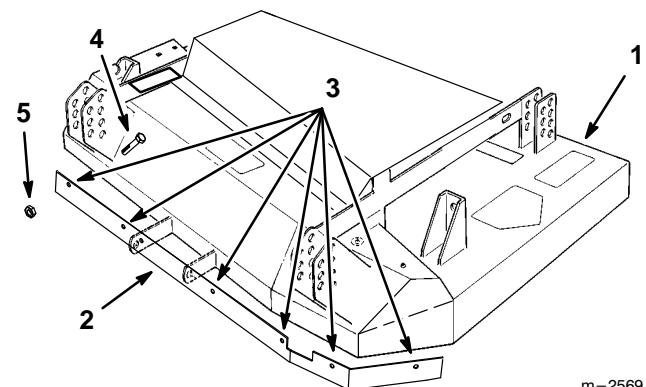

Abbildung 4
1. Das vordere Ablenkblech vorne innen im Mäher so positionieren, daß das linke Ende in den Winkel und das Oberteil an die obere Vorderkante paßt. Das Ablenkblech als Führung verwenden und wie gezeigt sechs 9 mm-Bohrungen vorne im Mäher vornehmen (Abb. 4).
2. Das vordere Ablenkblech mit 8 mm (5/16") - Schrauben von der Innenseite und mit 8 mm (5/16") - Sicherungsmuttern innen am Mäher anbringen (Abb. 4).